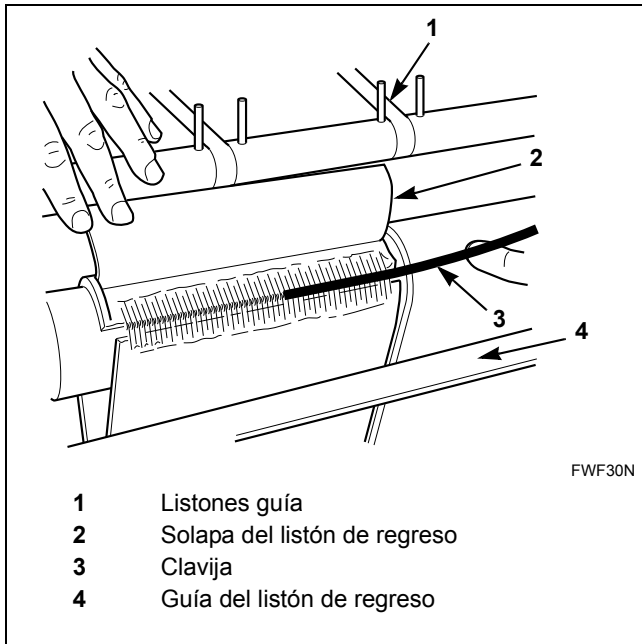

Figura 31
7. Quite la clavija de los dientes del listón de regreso. Consulte la *Figura 31*.